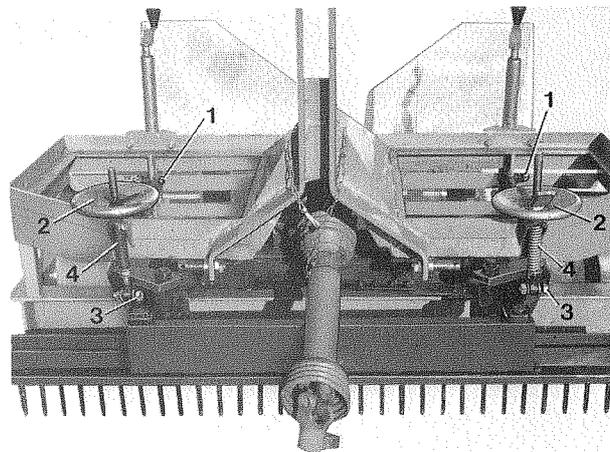

Abb. 54
2. Am Tiefeneinstellrad (2 Abb. 54) Federspannung entlasten.
3. Sechskantschraube bei (3 Abb. 54) und (1 Abb. 54) entfernen.
1. Rüttelege in das Grundgerät einlegen wie Abb. 54 zeigt.
2. Einstellspindel (4 Abb. 54) an Rüttelege mit Sechskantschraube (3 Abb. 54) und selbstsichernde Mutter befestigen.
3. Hintere Befestigung (1 Abb. 54) ebenfalls mit Sechskantschraube, Feder und selbstsichernder Mutter befestigen.